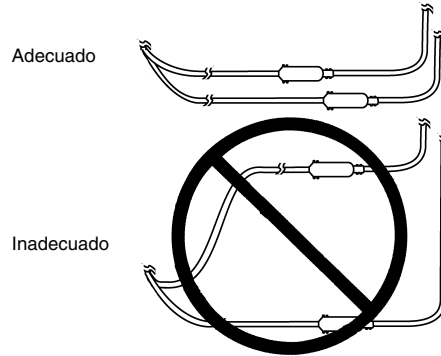

Figura 2. Direccionamiento de dos electrodos-extensiones.
- Cuando se implanten dos electrodos, dirija los electrodos-extensiones de forma que el área que los separa quede reducida al mínimo (Figura 2). Si los electrodos-extensiones se dirigen en forma de bucle y el paciente queda expuesto a alguna fuente de interferencias electromagnéticas (como detectores antirrobo), puede percibir un aumento momentáneo en la estimulación que en ocasiones se ha descrito como estimulación molesta (sensación de sacudida o descarga).